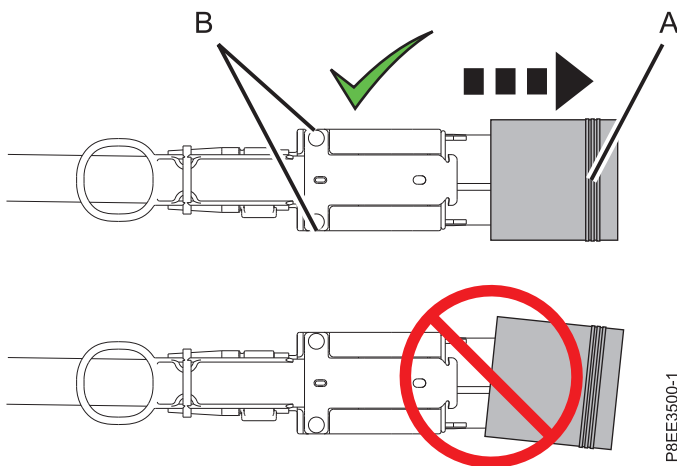

図 15. 拡張ドロワー・ケーブルのコネクターからの保護カバーの取り外し
- b. 拡張ドロワー・ケーブルのコネクターから保護カバーを取り外します。ケーブル・ハウジング (**B**) の短辺を、一方の手の人差し指と親指で保持します。次に、カバーの長辺 (**A**) をもう一方の手の人差し指と親指でつかみ、保護カバーを取り外します。図 15 を参照してください。